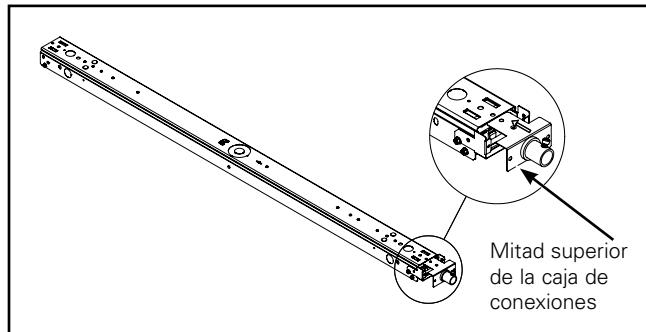

Figura 5.
5. Deslice la mitad superior de la caja de conexiones a la canaleta. (Figura 5.)